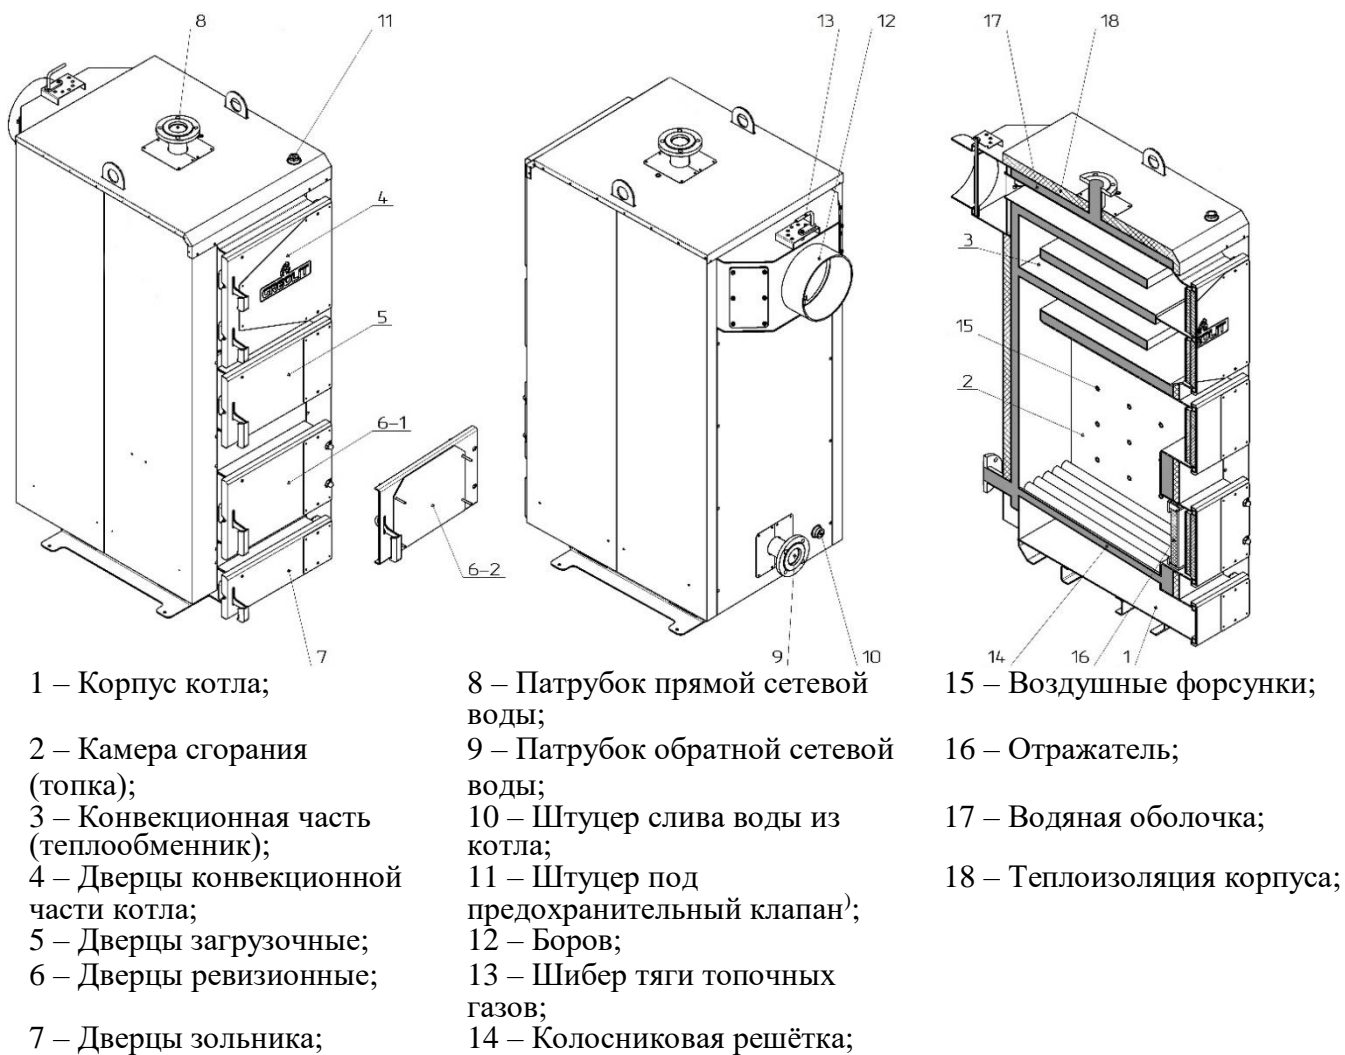

Рисунок 2 – Внешний вид и основные элементы котла
Конструктивно котел представляет собой сборно-сварную конструкцию, состоящую из корпуса (поз. 1, рис. 2) с камерой сгорания (топкой) (поз. 2, рис. 2). Над топкой расположена конвекционная часть котла (поз. 3, рис. 2), представляющая собой высокоэффективный четырехходовой теплообменник.
Корпус котла выполнен в форме параллелепипеда с двойными стенками, которые разделены водными перегородками (поз. 17, рис. 2). На наружной поверхности корпуса под декоративной обшивкой закреплена тепловая изоляция (поз. 18, рис. 2).
Топливо для процесса сжигания загружается на колосниковую решетку (поз. 14, рис. 2) через загрузочные дверцы (поз. 5, рис. 2). Колосниковая решетка выполнена из толстостенных бесшовных труб, по которым постоянно циркулирует вода из водяной оболочки котла, что делает невозможным их прогорание. Сгорание топлива в топке происходит с участием воздуха, поставляемого в топку через воздушные форсунки (поз. 15, рис. 2).
Подвод и отвод теплоносителя осуществляется соответственно через патрубки обратной сетевой воды (поз. 9, рис. 2) и прямой сетевой воды (поз. 8, рис. 2).
Топочные газы выходят в дымоход через боров (поз. 12, рис. 2), расположенный в задней части котла. Боров оборудован дроссельным клапаном продуктов сгорания - шибером (поз. 13, рис. 2). В случае слишком высокой тяги в дымоходе шибер позволяет ее снизить путем частичного перекрытия выходного отверстия борова.
В верхней части корпуса котла расположен для установки предохранительного клапана (поз. 11, рис. 2).
На задней стенке корпуса расположен штуцер для слива воды из котла (поз. 10, рис. 2).
- дверцы для периодического обслуживания (чистки) конвекционной части котла (поз. 4, рис. 2);
- ревизионные дверцы (поз. 6, рис. 2) для периодической чистки колосниковой решетки. Для заказа возможны два вида ревизионных дверей (див. рис. 2):
- дверцы зольника (поз. 7, рис. 2) для возможности опорожнения нижней части корпуса котла от золы.
Боров котла оборудован встроенным дроссельным клапаном продуктов сгорания - шибером (поз. 13, рис. 2), с помощью которого можно регулировать величину тяги в дымоходе.
Присоединение котла к отопительной системе необходимо осуществлять с помощью муфт или фланцев. Трубопровод прямой сетевой воды нужно присоединить к патрубку прямой сетевой воды (поз. 8, рис. 2). Трубопровод обратной сетевой воды нужно присоединить к патрубку обратной сетевой воды (поз. 9, рис. 2).
Заполнение котла и всей системы отопления водой должно происходить через штуцер слива воды из котла (поз. 10, рис. 2). Заполнение необходимо делать медленно, чтобы обеспечить удаление воздуха из системы.
1) Провести загрузку топлива в топку котла. Для этого открыть загрузочную дверцу (поз. 5, рис. 2) и уложить на колосниковую решетку (поз. 14, рис. 2) слой топлива до границ нижней кромки загрузочной дверцы. На уложенный слой топлива разместить растопочный материал: бумагу, трески, дрова (в перечисленной последовательности). Полностью открыть шибер (поз. 13, рис. 2) на борове котла.